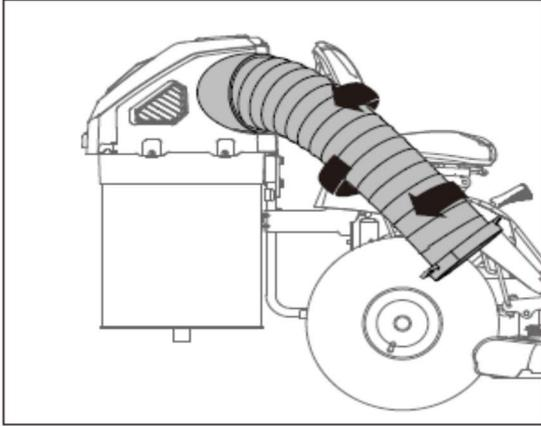

Fig. 9E
5. Inserte el conducto corrugado en la entrada de hierba y gire como muestra la flecha hasta detenerse. (Fig. 9E)